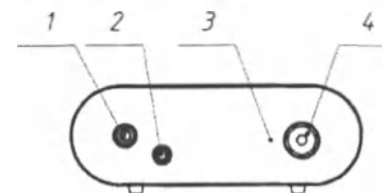
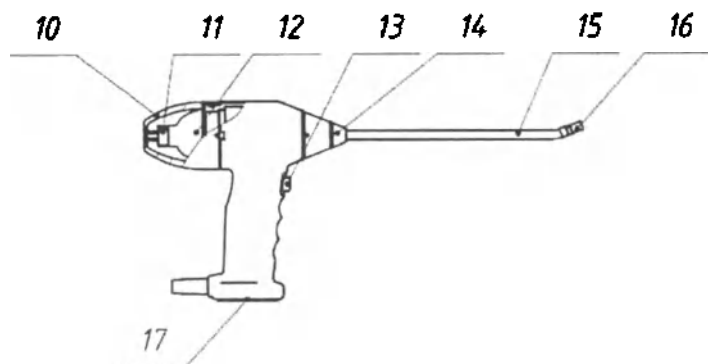

Рис.5. Лицевая панель блока ИК коагулятора.
Рис. 7. Ручной аппликатор.
2. Установить лампу (рис.7, поз.12) в ручной аппликатор. Подключить с помощью патрона (рис.7, поз.11) и закрыть крышкой (рис.7, поз.10).
3. Установить световод (рис.7, поз.15) в ручной аппликатор и закрепить с помощью фиксирующей гайки (рис.7, поз.14).
4. Накрутить наконечник (рис.7, поз.16) на световод.
5. Подключить кабель ручного аппликатора к разъему на лицевой панели блока ИК коагулятора (рис.5, поз.2).
Непосредственно перед использованием инфракрасного коагулятора включить прибор кнопкой на лицевой панели блока ИК коагулятора (рис.5, поз.1). При этом должна загореться индикация на кнопке. Выставить длительность импульса с помощью ручки на лицевой панели (рис.5, поз.4). После этого разместить контактную площадку наконечника на участке ткани, который требует коагуляции. Контактная площадка должна размещаться на ткани всей поверхностью, без зазоров. Нажать и удерживать кнопку включения излучения на ручном аппликаторе (рис.7, поз.13) до автоматического отключения излучения после окончания установленного времени импульса. Должна загореться лампа индикации излучения на лицевой панели блока ИК коагулятора (рис.5, поз.3). При этом необходимо удерживать контактную площадку наконечника плотно на ткани, избегая возникновения зазоров между контактной площадкой и тканью. Если излучение не происходит, необходимо заменить лампу в ручном аппликаторе.
Для удобства хранения ручного аппликатора между манипуляциями на нижней стороне рукоятки ручного аппликатора имеется магнитная площадка (рис.7, поз.17), позволяющая устанавливать аппликатор на любую стальную поверхность или на держатель. Для легкого снятия ручного аппликатора со стальной поверхности или держателя необходимо отклонить аппликатор вперед/назад или влево/вправо.